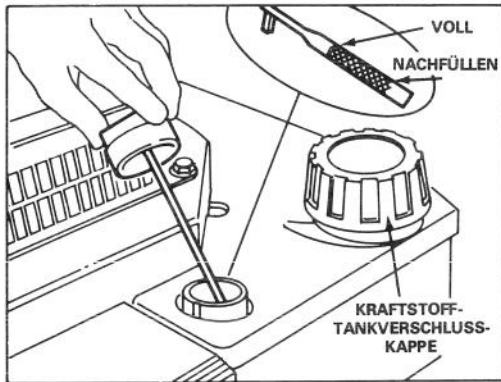

Bild 3
3. Ölmeßstab abwischen und in den Einfüllstutzen stecken. Verschlusskappe eine Vierteldrehung im Uhrzeigersinn drehen. Dann den Ölmeßstab entfernen und Ölstand prüfen (Bild 3). Ist der Ölstand niedrig, Ölstand nur bis zur VOLL-Markierung auf dem Ölmeßstab nachfüllen. NICHT ÜBER DIE VOLL-MARKIERUNG HINAUS FÜLLEN, DENN MOTOR KÖNNTE BEIM START BESCHÄDIGT WERDEN.
1. Rund um die Kraftstofftankverschlusskappe reinigen und Kappe vom Tank entfernen (Bild 3). Bei bleifreiem Benzin Kraftstofftank bis 13 mm unterhalb der Oberseite des Tanks füllen.